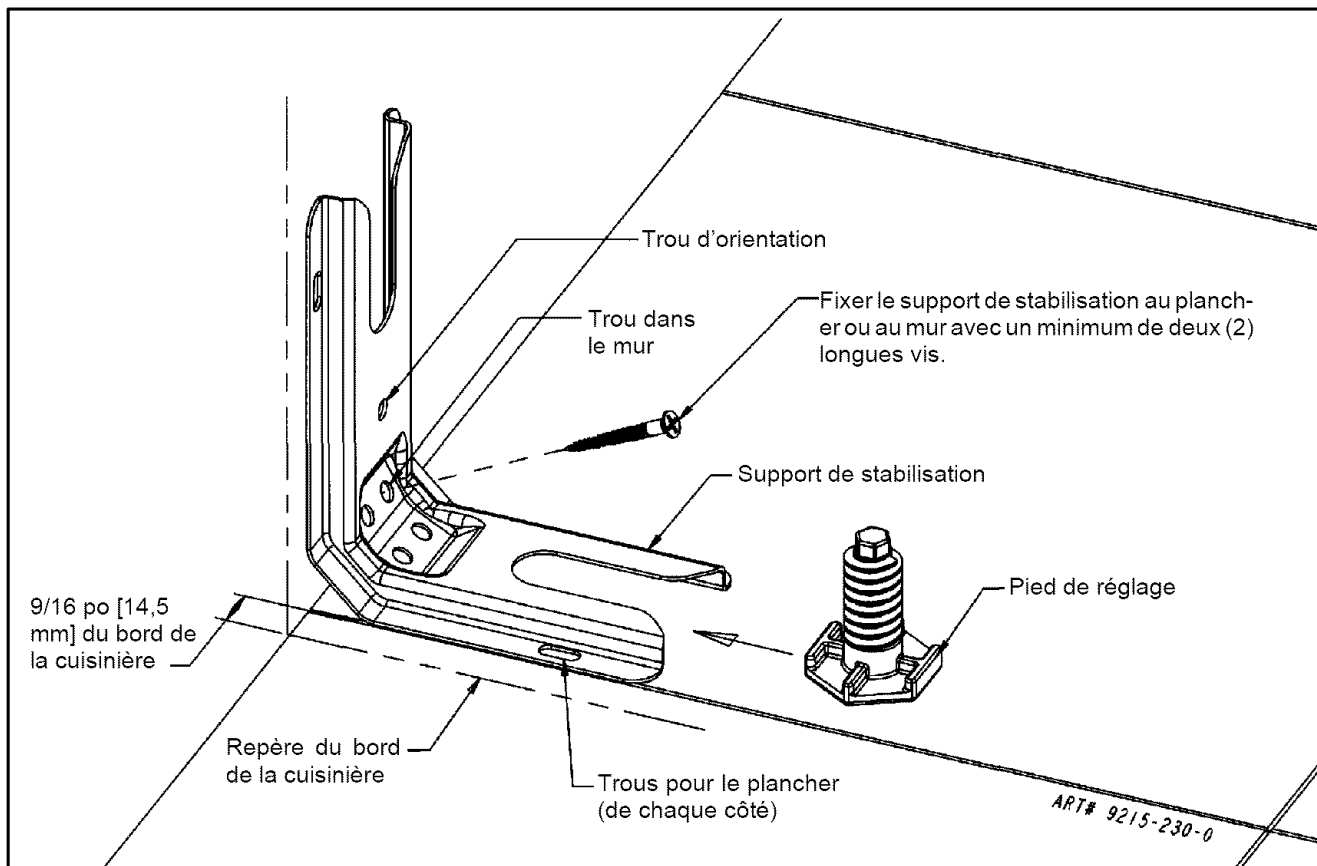
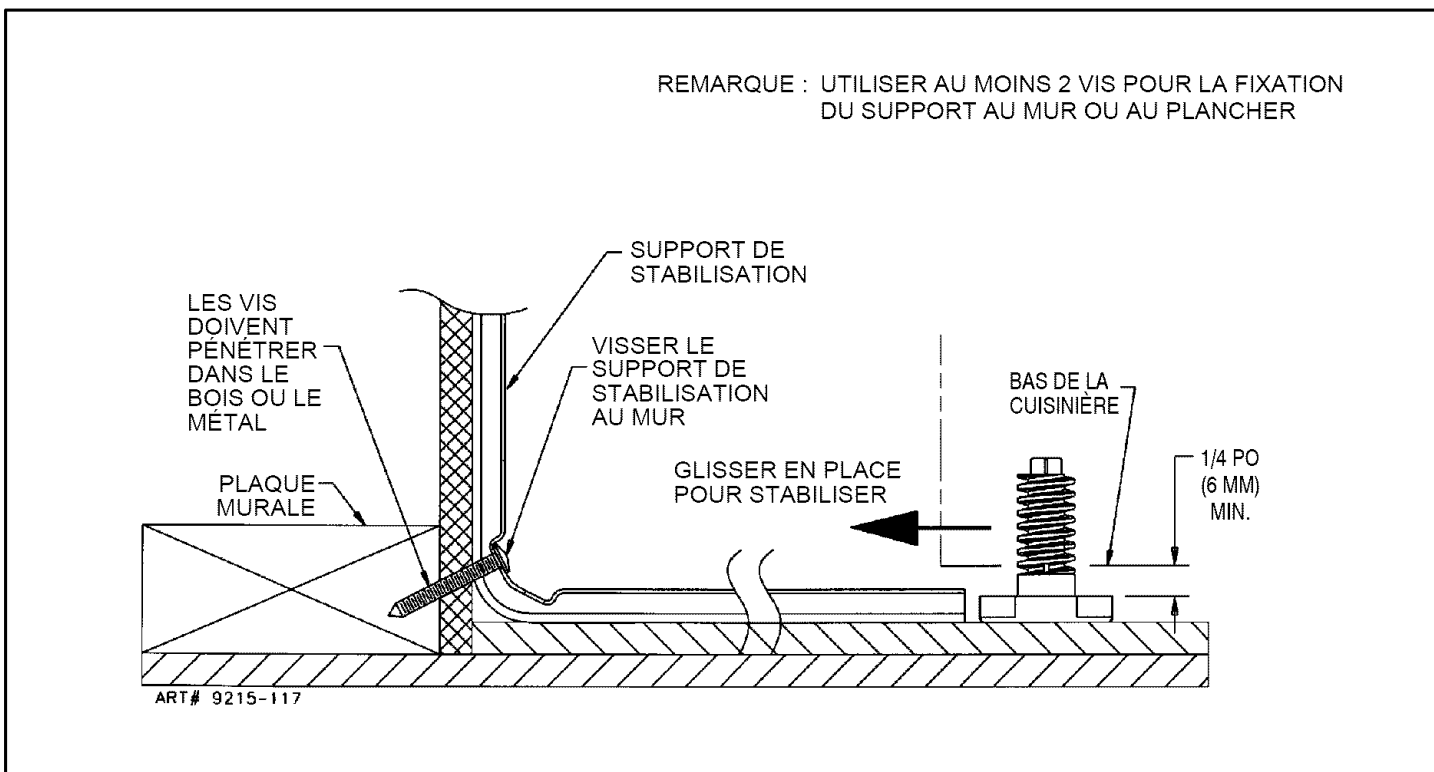

FIGURE 3
FIGURE 4
### ÉTAPE 1 - Emplacement du support de stabilisation (voir figure 3).
- Placer le SUPPORT à 9/16 po (14.5 mm) de la marque du « BORD » en allant vers le centre de l'ouverture et contre le mur arrière tel qu'indiqué à la figure 3, le trou d'orientation étant contre le mur.
- Utiliser le support comme gabarit et marquer l'emplacement des trous pour le type de matériau sur lequel le support doit être fixé, tel qu'indiqué à la figure 3.
- Plancher : Déterminer le centre des deux trous identifiés par « TROUS POUR PLANCHER » à la figure 3. Percer un trou de positionnement de 1/8 po (3 mm) au centre de chaque trou (un clou ou un poinçon peut également être utilisé si une perceuse n'est pas disponible). Fixer le support de STABILISATION au plancher à l'aide des deux vis fournies. Passer à l'ÉTAPE 3.
- Mur : Déterminer le centre des deux trous identifiés par « TROUS POUR MUR » à la figure 3. Percer un trou de positionnement de 1/8 po (3 mm) au centre de chaque trou (un clou ou un poinçon peut également être utilisé si une perceuse n'est pas disponible) tel qu'indiqué à la figure 4. Fixer le support de STABILISATION au mur à l'aide des deux vis fournies tel qu'indiqué à la figure 4. Passer à l'ÉTAPE 3.
- On trouve des vis convenant au ciment ou au béton dans les quincailleries. Percer les trous de positionnement de la grandeur correspondante à celle des vis obtenues en quincaillerie au centre des trous identifiés « TROUS POUR PLANCHER » à la figure 3. Fixer le support de STABILISATION au plancher. Passer à l'ÉTAPE 3.
**Remarque :** Un dégagement minimum de 6 mm (1/4 po) est exigé entre la cuisinière et le pied de mise à niveau qui va s'insérer dans le support de stabilisation (voir figure 4).